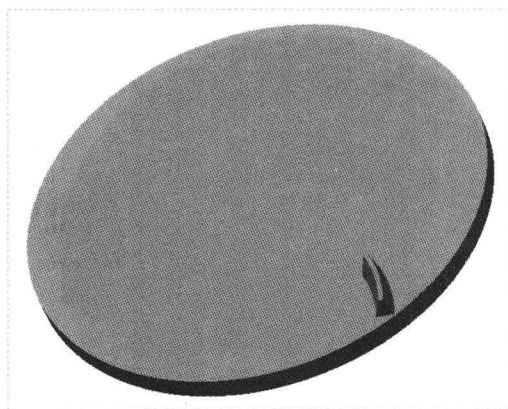

图 14-52 创建扫描特征
Step 09 单击“应用并保存在工具中所做的所有更改,然后关闭工具操控板”按钮 ,完成扫描特征的创建,如图 14-52 所示。